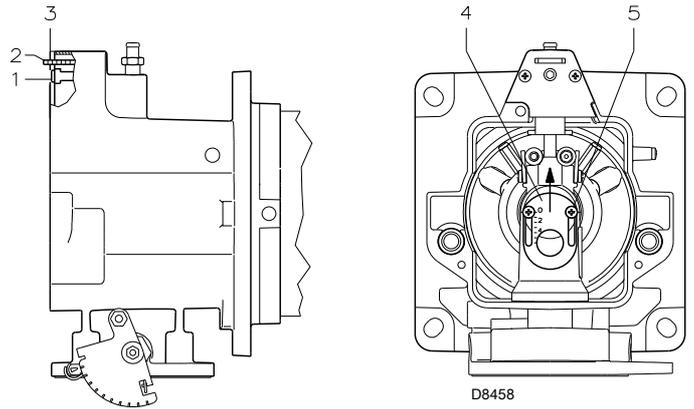
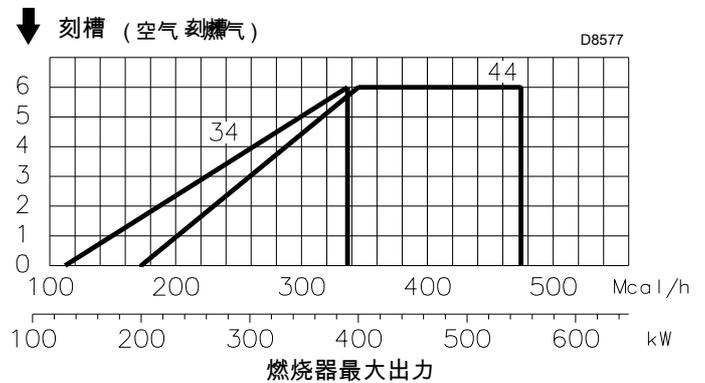

图 14
图 16
安装进行到这一步，燃烧头已经固定到锅炉上，如图 14 所示。这样可以很容易的调节燃烧头。
旋转螺丝 (1) 直至薄片 (2) 上的刻槽与板 (3) 图 14 的表面对齐
- ▶ 如果需要特殊设定，可将环形螺母 4) (图 14) 设定 (图 16) 中所示刻度处调节中央空气量。
- ▶ 要进行此操作，需拧松螺丝 5) (图 14) 并旋转环形螺母 4) (图 14)。
- ▶ 最后，再将螺丝 5) (图 14) 拧紧。